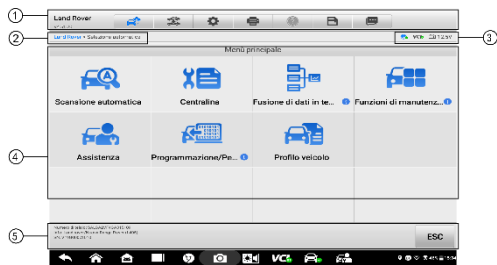

Figura 4-6 Schermata del menu principale
1. Nel menu Lavoro di MaxiSys, toccare il pulsante dell'applicazione **Diagnostica** . **Selezionare le informazioni del veicolo corrispondenti e accedere alla schermata del menu principale (Figura 4-6).**